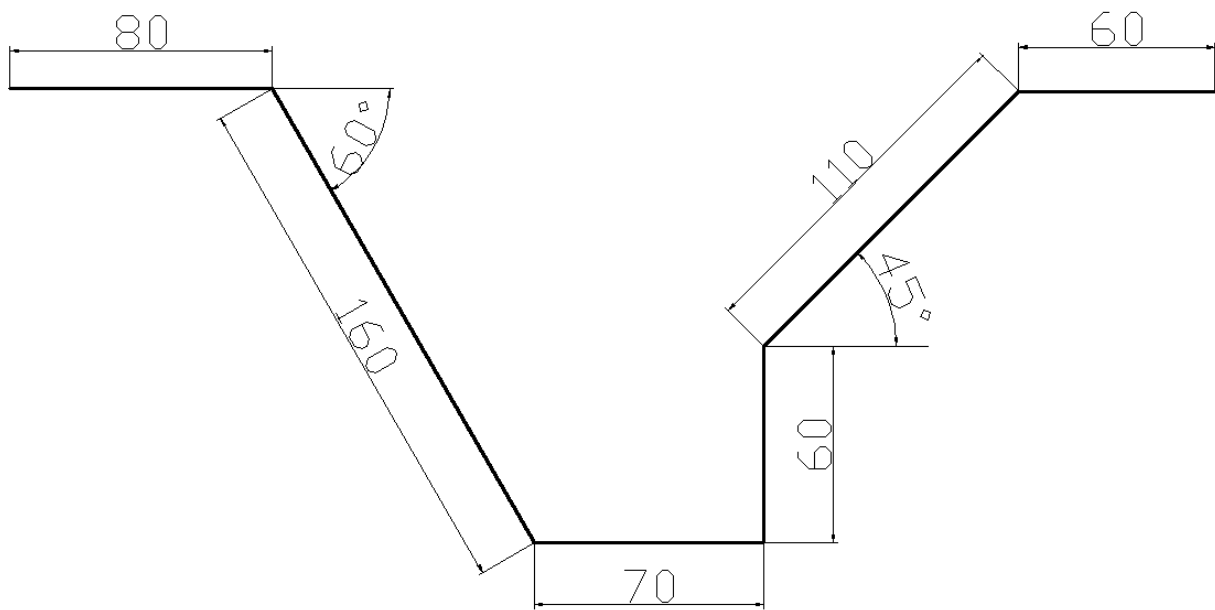

Рисунок 1 - Котлован
- Создать слой рисунок, начертить котлован (рисунок 1).
- Создать слой Подписи, сделать его текущим, вставить текст как на рисунок 1.